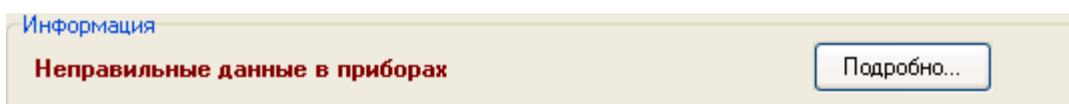

Рисунок 6-899 Сообщение о данных идентификатора, для которого информация в БД не соответствует хранимой в приборах конфигурации
- для тех идентификаторов, настройки которых не соответствуют хранимой в приборах конфигурации, отображается пометка «неправильные данные в приборах» (см. Рисунок 6-899), а в списке паролей данные записи отображаются коричневым цветом.